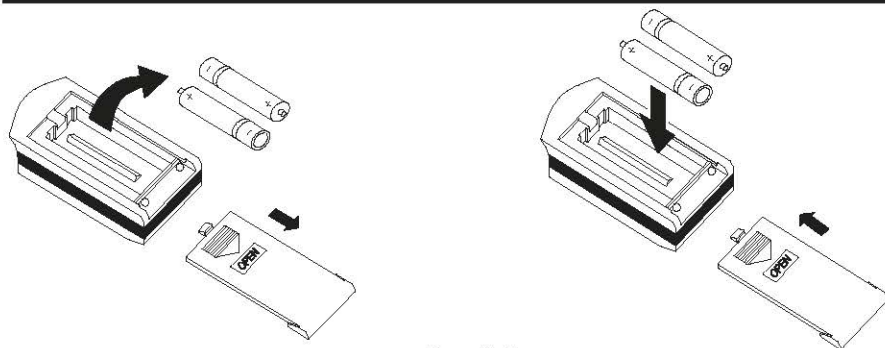

Рис.6.1.
- Для извлечения батареек при замене сдвиньте крышку пульта управления в направлении стрелки (см. рис. 6.1), извлеките отработавшие батарейки и установите новые. Установите крышку пульта на место.